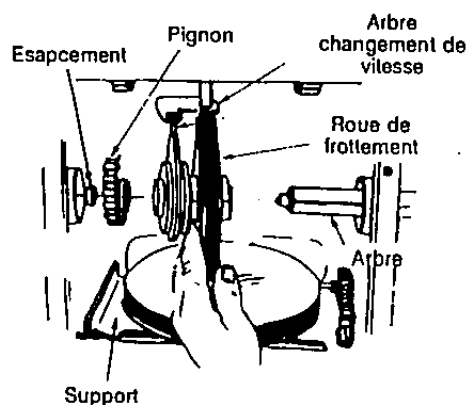

FIGURE 19
- Positionnez la roue de frottement sur la goupille du levier de vitesses et faites passer l'arbre à travers la roue de frottement. Voir la figure 19.